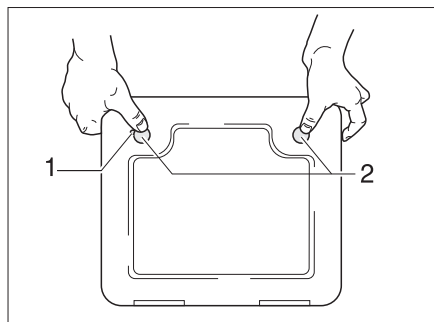

Fig. 282 Portillon pour la toilette à cassette
- Ouvrir le portillon pour la cassette à l'extérieur du véhicule. Insérer pour cela la clé dans le barillet du verrou de pression (Fig. 282,1) et la tourner d'un quart de tour.
- Appuyer du pouce et simultanément sur les deux verrous de pression (Fig. 282,2) et ouvrir le portillon pour la cassette.